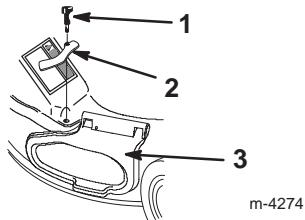

Figure 37
- Retirer le bouton et la bride de blocage du couvercle d'éjection latérale, puis replacer le boulon dans le trou et conserver la bride pour un usage ultérieur (Fig. 37).
- Soulever le couvercle d'éjection latérale (Fig. 37).
- Placer la bride de blocage et la fixer à l'aide du bouton pour verrouiller le couvercle d'éjection latérale en position fermée (Fig. 37 et 39).